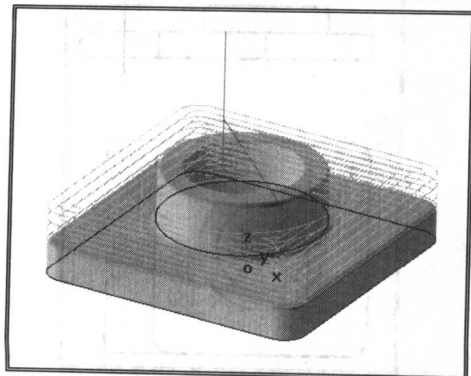

图 0-20 生成的加工轨迹
④ 根据状态栏提示, 拾取底面边界线为加工轮廓, 拾取凸台边界线为岛。选择结束后单击右键结束拾取, 系统开始计算加工轨迹, 完成后的加工轨迹如图 0-20 所示。
⑤ 单击【应用】→【轨迹仿真】命令, 将立即